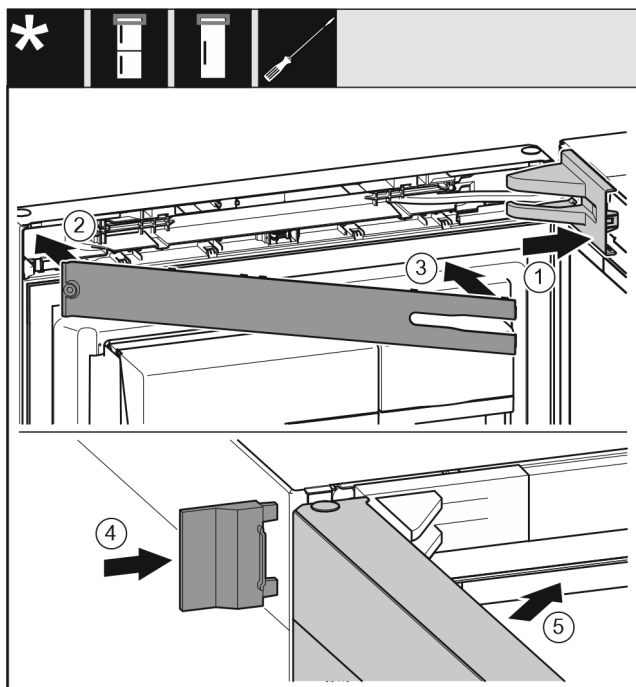

Fig. 51
- ▶ Lagerbockabdeckung aufsetzen und einrasten, ggf. vorsichtig auseinanderdrücken. Fig. 51 (1)
- ▶ Blende aufsetzen. Fig. 51 (2)
- ▶ Blende einschwenken und einrasten. Fig. 51 (3)
- ▶ Äußere Abdeckung aufschieben. Fig. 51 (4)
- ▶ Obere Tür schließen. Fig. 51 (5)